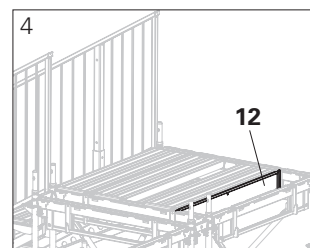

Fig. A2.04
- Agganciare il secondo rinforzo pianerottolo UZB 150 (12) con i tubi quadrati nei ganci (6b) dei correnti di pianerottolo laterali (6). (Fig. A2.04)
- Montare in successione i due rinforzi pianerottolo UZB 90° (13):
– Spingere il coprigiunto superiore (13a) nella fessura del corrente inferiore del rinforzo pianerottolo UZB 150 (12).